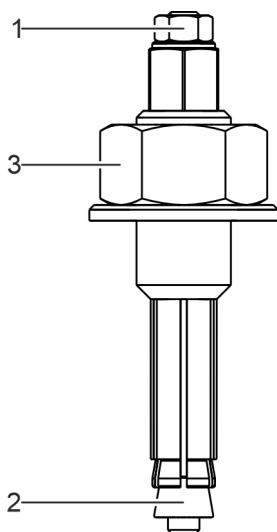

Abb. 41: Demontagevorrichtung vorbereiten
4. ➔ Demontagevorrichtung über Spannmutter (Abb. 41/1) und Spannkegel (Abb. 41/2) entspannen.
5. ➔ Mutter (Abb. 41/3) in Richtung der Spannmutter (Abb. 41/1) nach oben drehen.